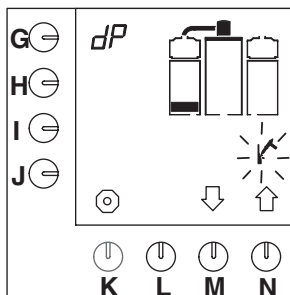

Fig. 20 Premier niveau du programme de détartrage du système de filtration
- Le premier bloc du niveau s'affiche sur l'écran de contrôle et le symbole représentant un marteau clignote (fig.20).